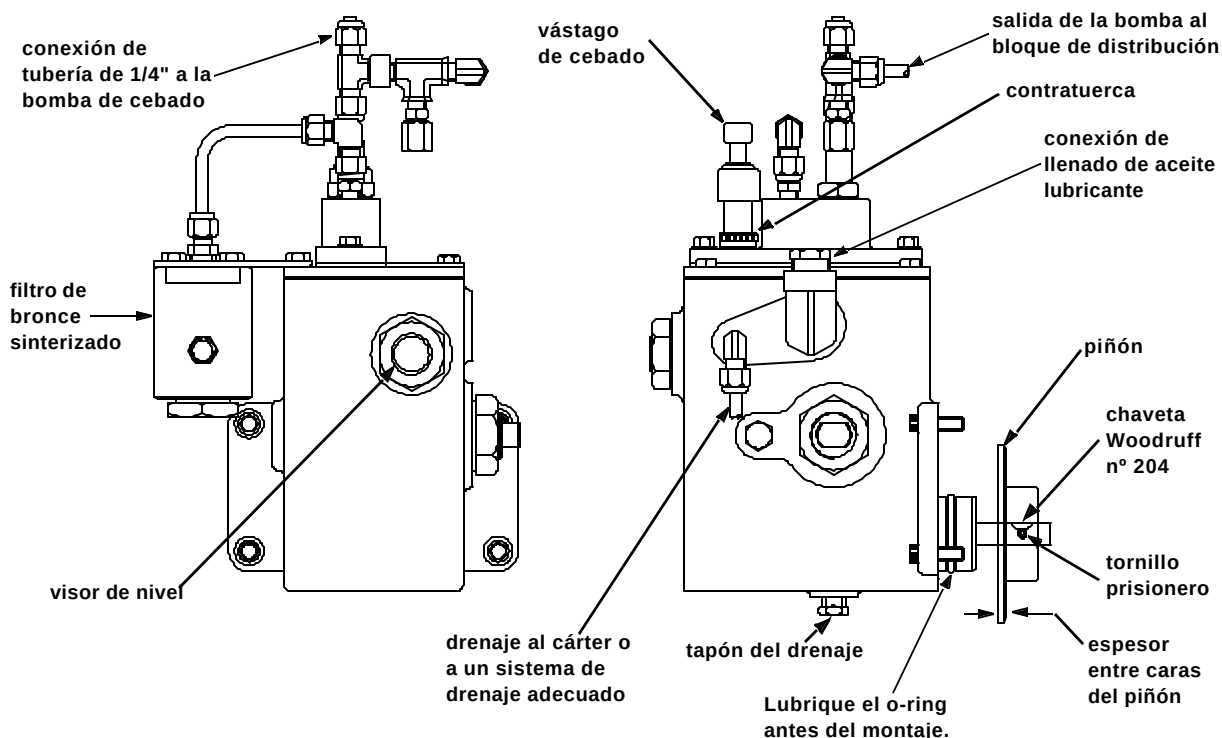

FIGURA 5-10 CONJUNTO DE LUBRICACIÓN FORZADA Y PIÑÓN - TÍPICO
1. Véase la Figura 5-10, página 5-17.